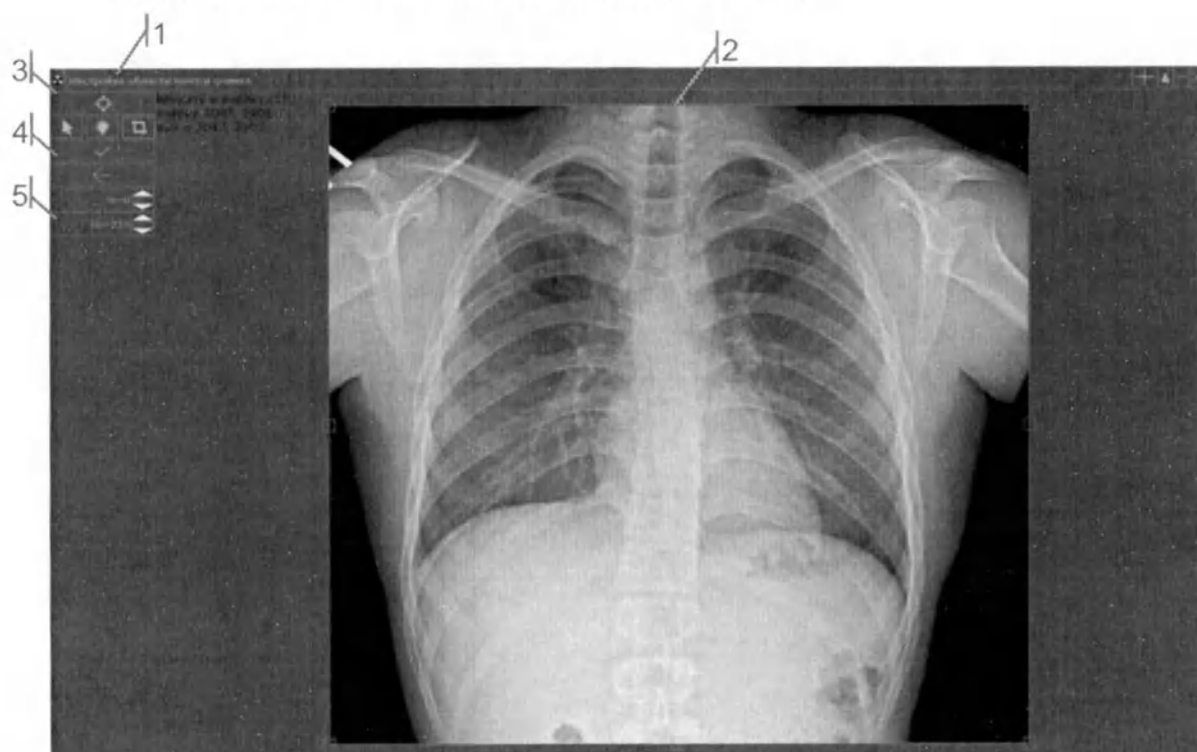

Рис. 157 Внешний вид окна «Настройка области печати снимка»
- Откроется окно «Настройка области печати снимка» (Рис. 157 Внешний вид окна «Настройка области печати снимка»)